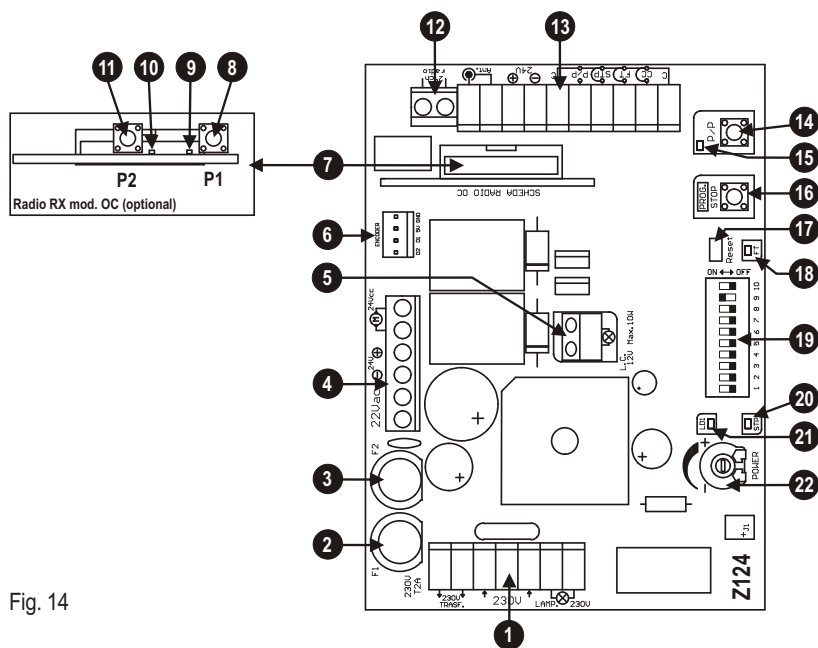
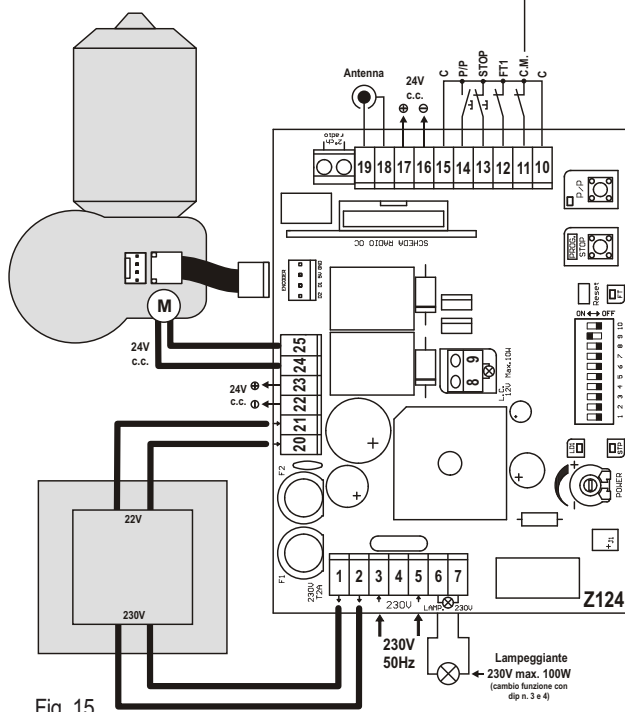

Fig. 14
Fig. 15
E DESCRIPCIÓN DE LAS PIEZAS (fig. 14)
- 1) Manteniendo pulsado el botón PROG. haga un reajuste cortocircuitando con el destornillador el jump Reset (det. 17 de fig. 14).
- 9) Para volver al funcionamiento normal, realice un reajuste de la central (cortocircuite el conector, det. 17 de fig.14)
Durante la etapa de aprendizaje se accionará varias veces el botón P/P (det. 14 de la fig. 14), como alternativa se puede utilizar el mando P/P (borne 14, fig. 15), o bien el transmisor memorizado en el primer canal del receptor.